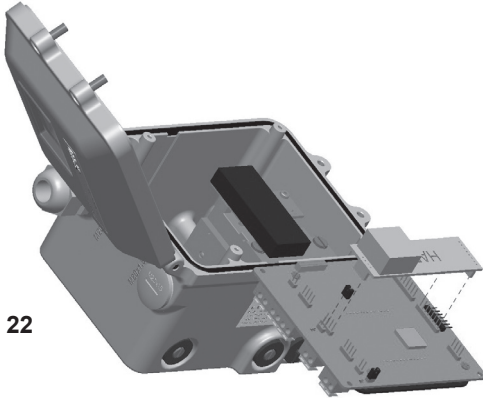

Abb. 22
- Setzen Sie die HART®-Steckkarte ein (siehe Abbildung 22).